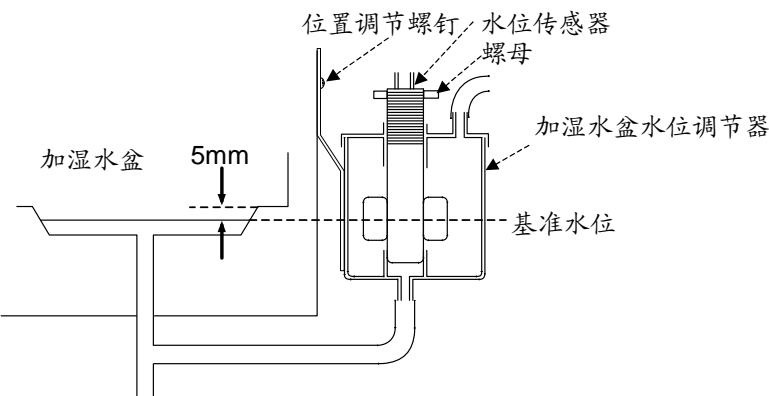

图 4.11 水位检测
2. 如果按步骤 1 不能把水位调到基准位置, 这时可松开螺母 (图 4.11) 把水位传感器顺时针旋转来降低水位或逆时针旋转来升高水位, 然后旋紧螺母。